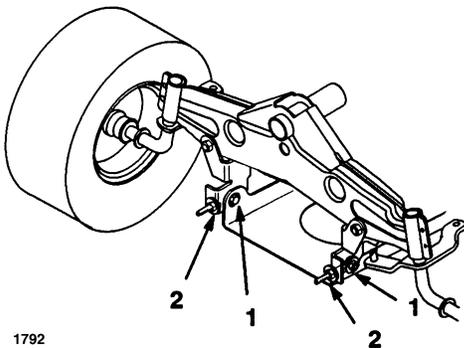

Bild 52
6. Die Neigung von vorne nach hinten durch Messen des Abstands zwischen der Unterseite des Mähers (Mitte vorne und Mitte hinten) und einer flachen Oberfläche messen (Bild 52). Wenn die Vorderseite des Mähers mehr als 4,8 mm tiefer steht als die Rückseite, muß die Neigung eingestellt werden;
8. Die Sicherungsmuttern an den Ringschrauben drehen, um die Einstellung zu ändern (Bild 52). Um
9. Nachdem die Sicherungsmuttern an beiden Ringschrauben gleichmäßig eingestellt wurden, die Neigung von vorne nach hinten nochmals prüfen. Die Ringschrauben weiter einstellen, bis die vordere Spitze des Messerbalkens 0-9,2 mm tiefer ist, als die hintere Messerbalkenspitze (Bild 52).
10. Wenn die Neigung von vorne nach hinten einwandfrei ist, die Befestigungsschrauben der Gelenkplatte wieder festziehen (Bild 52).